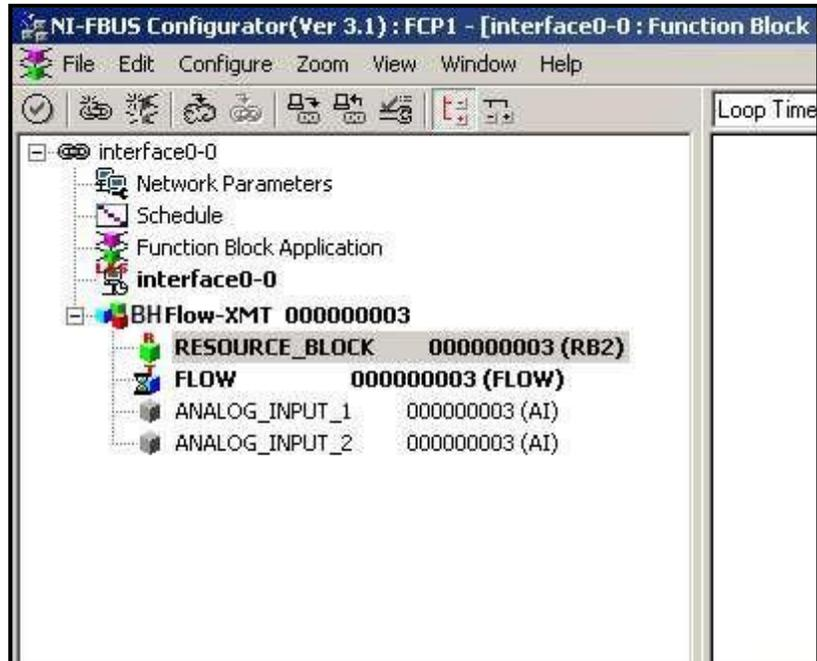

Figura 40: Exemplo de configuração do Utilitário de configuração
A Figura 40 a seguir mostra o Utilitário de configuração com um medidor de vazão na rede (BH Flow-XMT).
1. Clique duas vezes no bloco AI para o qual deseja definir as unidades (ANALOG_INPUT_1 ou ANALOG_INPUT_2 na árvore sob BHFlow-XMT; veja a Figura 40 na página 98).
1. Clique duas vezes no bloco de transdutor FLOW (na árvore sob GEFlow-XMT; veja a Figura 40 na página 98).